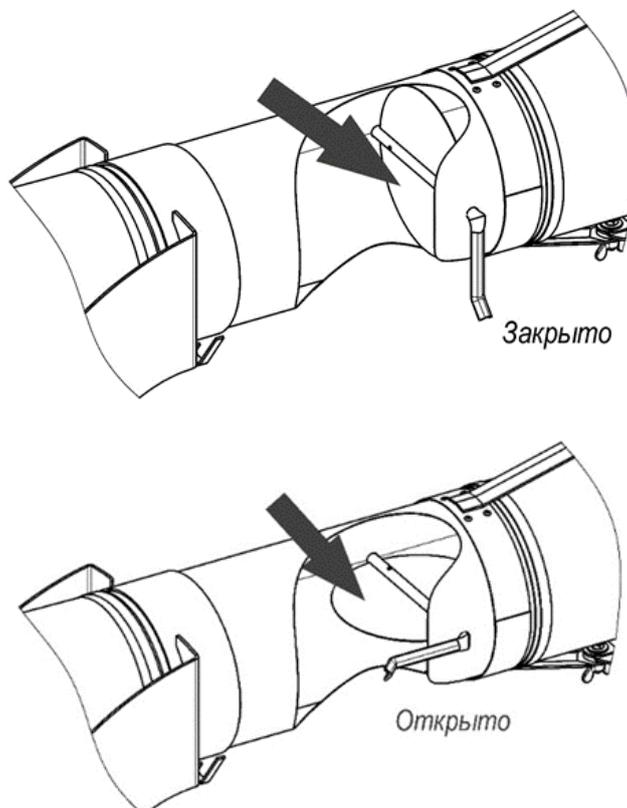

Рисунок 12
5.3.1 Для регулировки расхода воздуха необходимо изменять положение заслонки, установленной в металлическом воздуховоде внешней трубы. Положение ручки заслонки при полностью открытом и полностью закрытом проходе показано на рисунок 12.